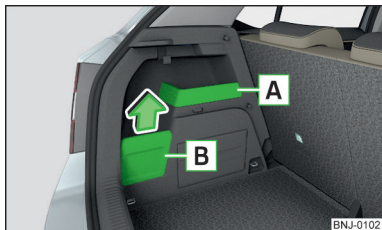

Fig. 112
- Dacă este posibil, așezați bagajul agățat de cârlig în compartimentul de depozitare » fig. 112 la pagina 88 - în caz contrar există pericolul deteriorării capacului compartimentului de depozitare.
- Dacă în cârlig se agață un bagaj cu o greutate mai mare de 2,5 kg, vă recomandăm să detașați capacul compartimentului de depozitare » fig. 112 la pagina 88, în caz contrar există pericolul deteriorării capacului compartimentului de depozitare.
Compartimentul de depozitare încorporat » fig. 112 este adecvat depozitării obiectelor mici cu o greutate totală de până la 1,5 kg.